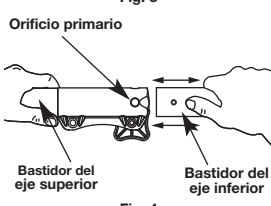

Fig. 4
- Mientras sostiene el bastidor del eje superior con firmeza, tire del accesorio de corte o accesorio en línea recta fuera del acoplador EZ-Link™ (Fig. 4)
- Mientras sostiene el accesorio con firmeza, empújelo en línea recta en el acoplador EZ-Link™ (Fig. 4).